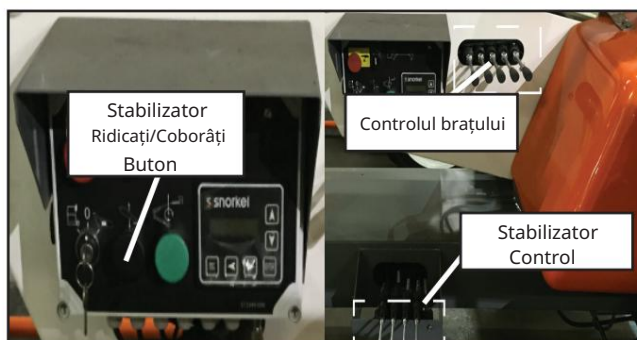

Figura 21 – Funcționarea stabilizatorului
4. Ridicați stabilizatoarele apăsând simultan pe „butonul de ridicare/coborâre a stabilizatorului” și folosind pârghiile de control corespunzătoare, câte două, până când roțile de drum sunt în contact cu solul (consultați Figura 21).